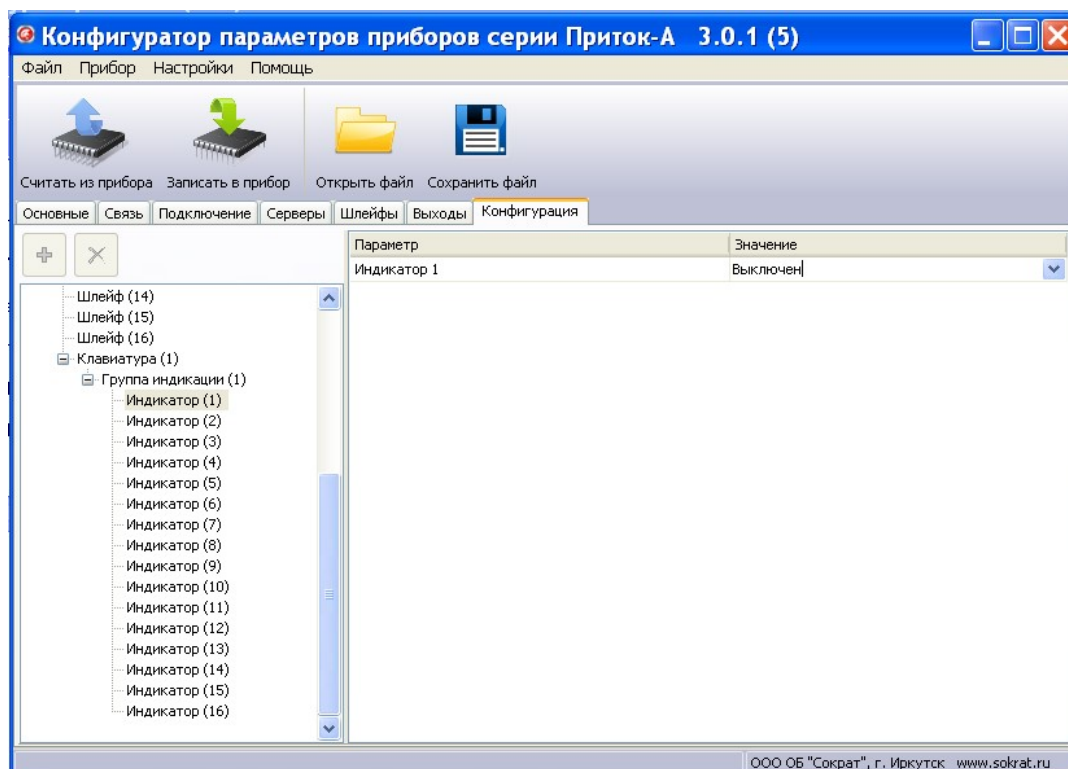

Рисунок 6
3) Раскройте пункт «Клавиатура» и подпункт «Группа индикации». Выберите необходимое значение («включен» или «выключен») для каждого индикатора клавиатуры (см. рис. 6).